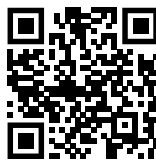

Fig. 151
- ▶ Abrir el Liebherr SmartMonitoring Dashboard. (consulte Fig. 151) .